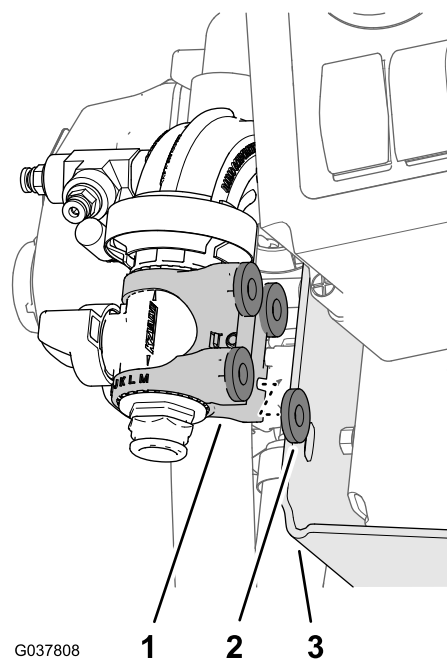

Рисунок 91
3. Вставьте 4 шайбы (5/16 x 13/16 дюйма) между нейлоновым кронштейном фланцевого отсечного клапана и креплением клапана (Рисунок 91).